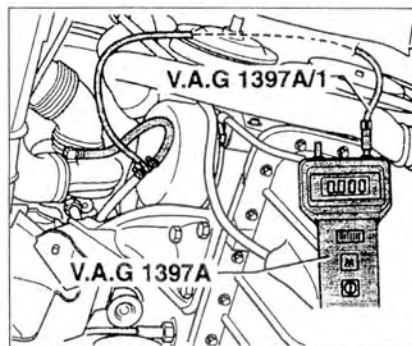

Рис. 4.50. Присоедините трубку V.A.G 1397 A/1 к тестеру V.A.G 1397 A с Т-образным переходником.
11. Присоедините трубку V.A.G 1397 A/1 к тестеру V.A.G 1397 A с Т-образным переходником (рис. 4.50).